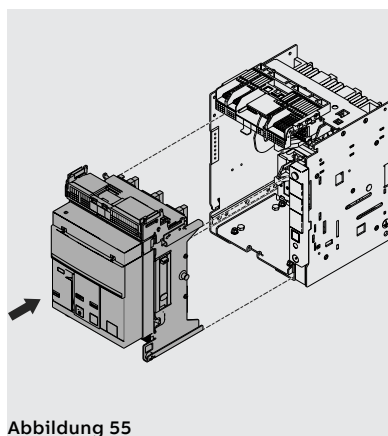
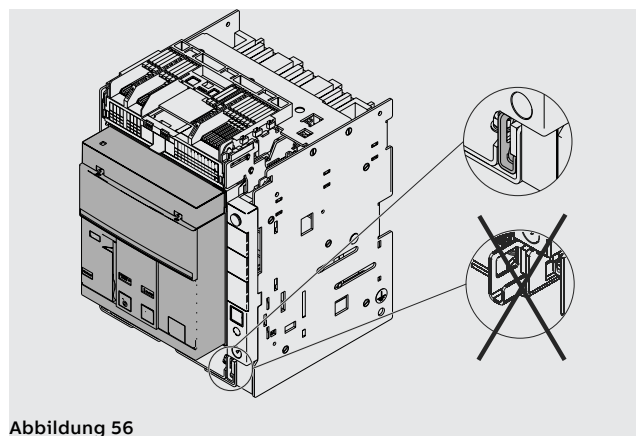

Abbildung 55
Abbildung 56
3. Das bewegliche Teil im festen Teil anordnen und es schieben, bis es anschlägt. Siehe Abbildung 55 und Abbildung 56.